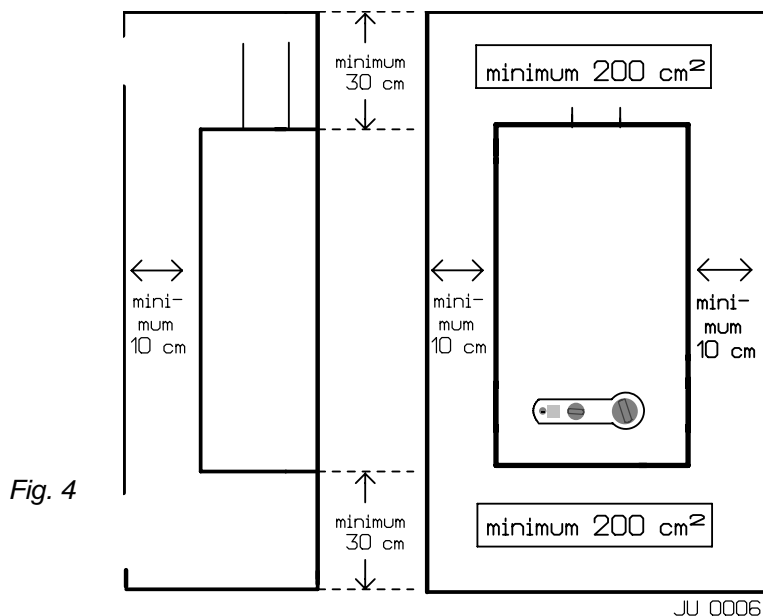

Fig. 4
De maximale temperatuur van de buitenmantel ligt onder de 85°C, zodat er behalve voor omkastingen (zie fig. 4) geen speciale voorzorgsmaatregelen moeten genomen worden.
6.1 Installatie in een kast (fig. 4)
Etant donné que la température maximale du manteau n'atteint pas 85°C, des mesures de précaution sont uniquement nécessaires en cas d'installation de l'appareil dans un placard (voir fig. 4).
6.1 Installation en placard (fig. 4)